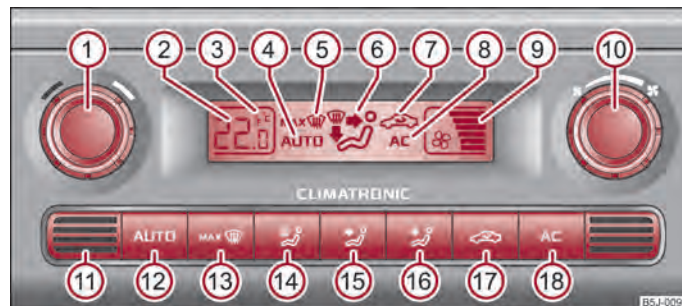

Fig. 76 Climatronic: Comandi
- Premere il tasto  ⇒ fig. 76.
Premere e tenere contemporaneamente premuti i tasti  e  ⇒ fig. 76. Sul display vengono visualizzati i valori nell'unità di misura desiderata.
- Premere il tasto **MAX** ⇒ fig. 76.
- Ruotare la manopola ⑩ ⇒ fig. 76 verso sinistra (per diminuire la velocità del ventilatore) o verso destra (per aumentare la velocità del ventilatore).
- Premere il tasto   ⇒ fig. 76, nel display viene visualizzato .